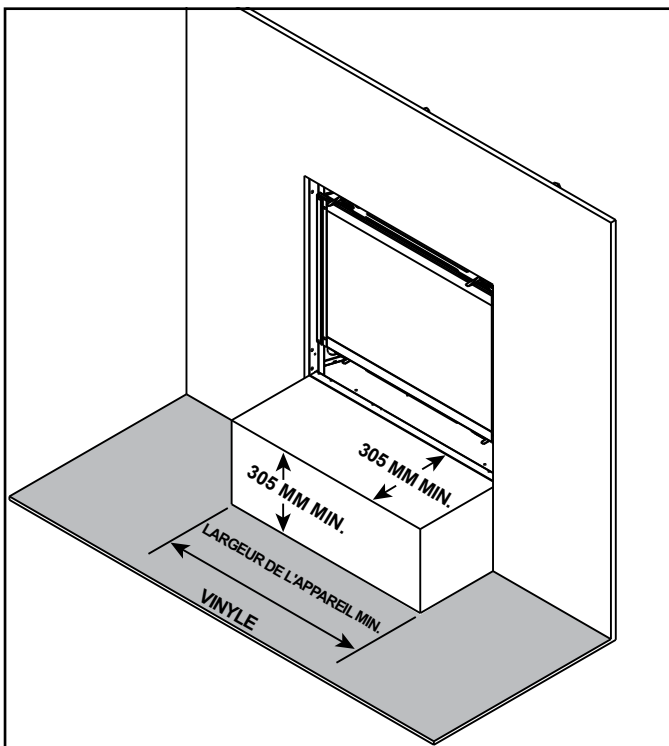

Figure 3.14 Recommandations pour les parements en vinyle
Les parements en vinyle sont sensibles à la chaleur. Pour éviter d'endommager le parement en vinyle, un foyer de 304 mm (12 po) minimum x 304 mm (12 po) minimum est recommandé lors de l'utilisation du parement en vinyle jusqu'au mur. Voir la figure 3.14. S'il n'y a pas d'âtre, il est recommandé de prévoir un dégagement d'au moins 762 mm (30 po) devant l'appareil pour le parement en vinyle OU le bas de l'appareil doit être surélevé d'au moins 610 mm (24 po) par rapport au sol pour permettre l'installation du parement en vinyle jusqu'au mur.
- Le plancher inflammable peut être situé devant l'appareil. Il existe des exceptions en ce qui concerne les parements en vinyle et/ou adhésifs pour ces modèles, comme indiqué dans la figure 3.14.